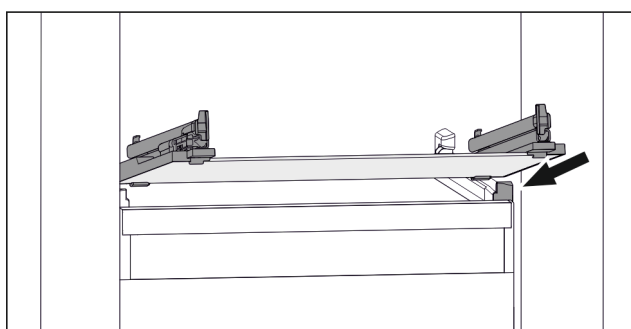

Fig. 48 Vejledende visning af glaspladen
- ▶ Sæt glaspladen skråt bag stoppene. (se Fig. 48)